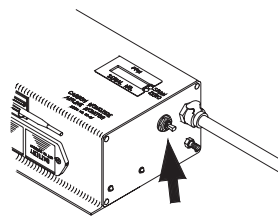

Figura 3
3. Coloque el interruptor “on/off/test” (encendido/apagado/prueba) en la posición de PRUEBA y espere hasta que suceda lo siguiente (figura 3):